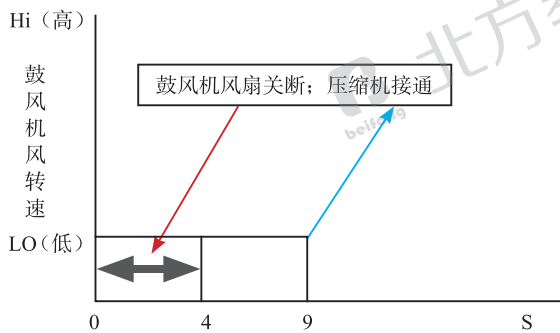

图 3 温度高于 30℃ 时的时滞控制过程
①当冷风装置内的温度高于 30℃ 时：压缩机接通后，时滞控制使鼓风机风扇关断并保持约 4s，使冷却装置内的空气冷却。在这以后约 5s，时滞控制使鼓风机以低速运转，将已冷却的空气送至车内。如图 3 所示。